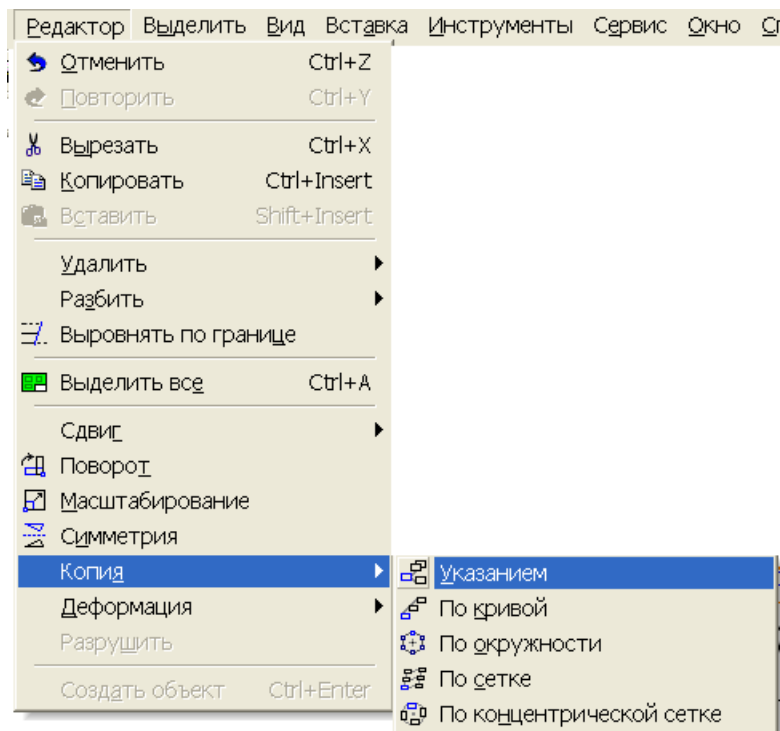

Рис. 148
4. З меню файл Редактор вибрати команду Копія – Указаниєм (рис. 148).